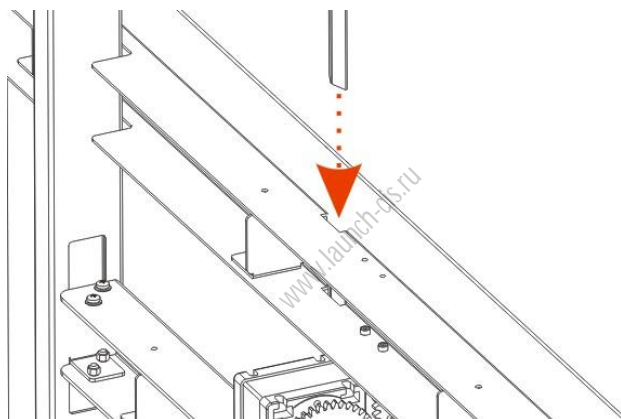
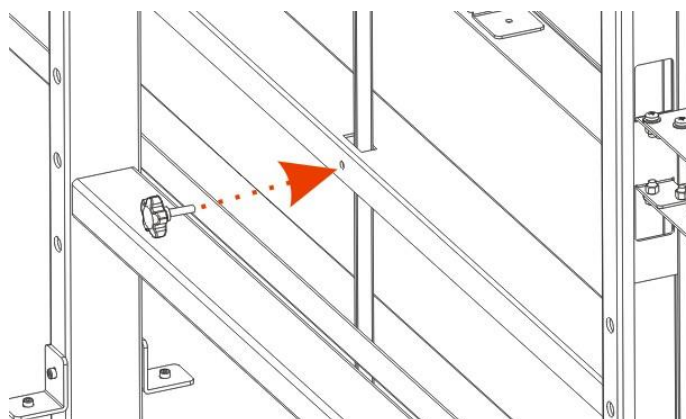

Рис. 4-4
Рис. 4-5
3. Вставьте измерительную линейку (5) с верхней стороны шаблонной рамы до поверхности пола (см. рис. 4-4), затем закрепите его с помощью установочного винта (С) (см. рис. 4-5).